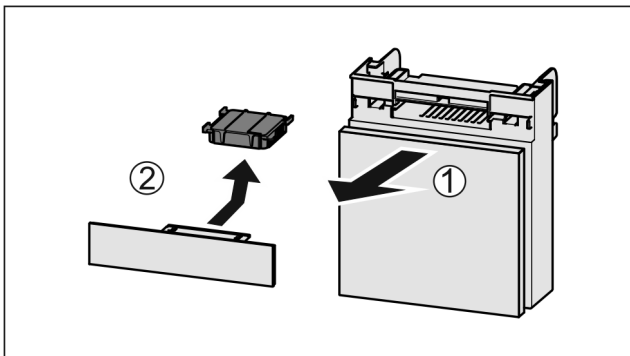

Fig. 103
- Extrageți Fig. 103 (1) compartimentul către înainte.
- Scoateți Fig. 103 (2) filtrul de cărbune activ.